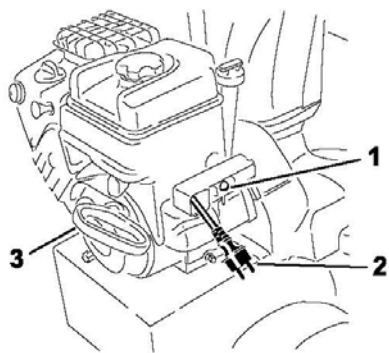

Рисунок 29.
7. Потяните шнур ручного запуска или нажмите кнопку электростартера (Рис. 29).